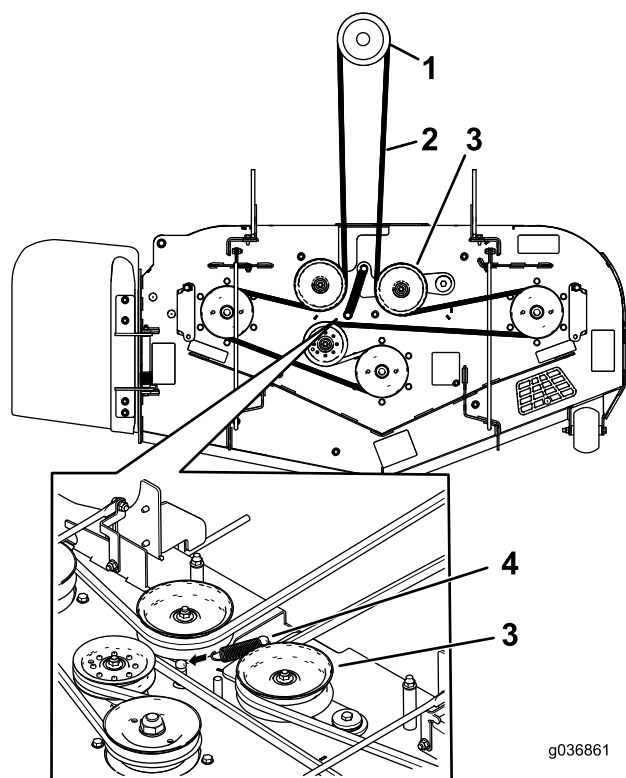

Figura 60
7. Pase la correa nueva alrededor de las poleas del cortacésped y de la polea del embrague, debajo del motor (Figura 60).
8. Instale el muelle tensor (Figura 60).